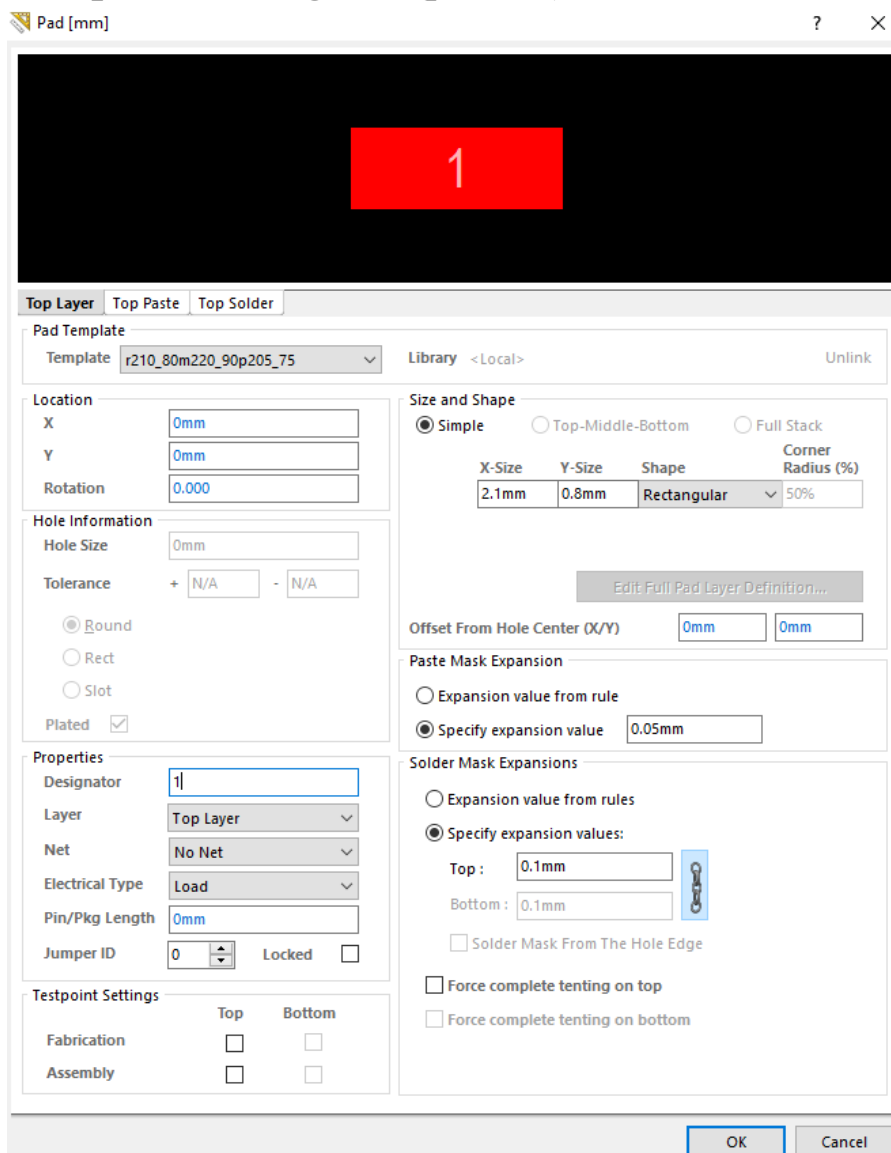

Рис.3.6 Окно настройки контактной площадки для вывода элемента
- **Shape** – **Rectangular** (рис.3.6),